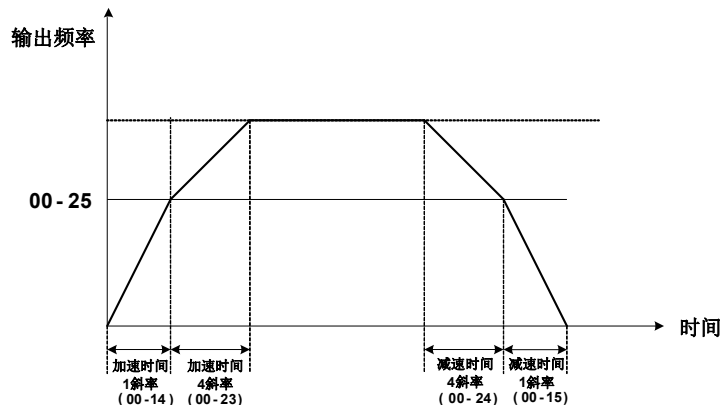

图 4.3.8 自动加/减速交换
- 当输出频率到达 00-25 的设定值，依循 00-25 之设定频率以自动转换第一及第四加/减速时间。请参照下图 4.3.8。